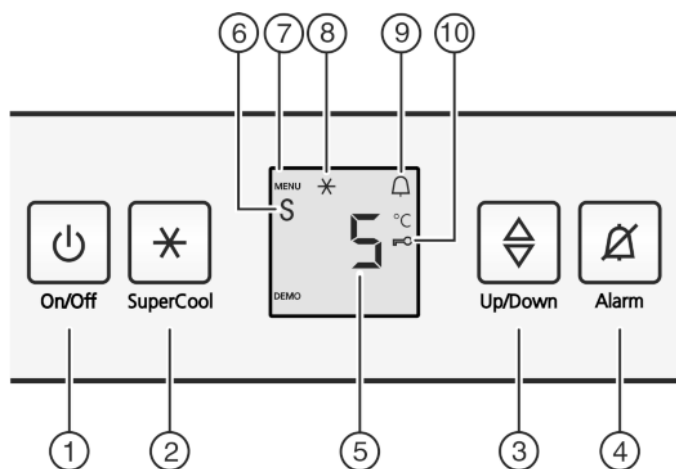

Fig. 2
- ▶ Appuyez sur la touche marche/arrêt Fig. 2 (1).
- ▶ Activer le mode de réglage : appuyer env. 5 sec. sur la touche SuperCool Fig. 2 (2).
- ▷ Le symbole Menu Fig. 2 (7) est allumé.
- ▶ Sélectionner c avec la touche de réglage Fig. 2 (3).
- ▶ Pour confirmer, appuyer brièvement sur la touche SuperCool Fig. 2 (2).
- ▶ appuyer brièvement sur la touche SuperCool Fig. 2 (2) pour activer la sécurité enfants.
- ▷ Le symbole Sécurité enfants Fig. 2 (10) est allumé. L'affichage c clignote.
- ▶ appuyer brièvement sur la touche SuperCool Fig. 2 (2) pour désactiver la sécurité enfants.
- ▷ Le symbole Sécurité enfants Fig. 2 (10) s'éteint. L'affichage c clignote.
- ▶ Désactiver le mode de réglage : appuyer sur la touche On/Off Fig. 2 (1).
- ▶ Appuyer sur la touche Alarme Fig. 2 (4).
- ▶ Activer le mode de réglage : appuyer env. 5 secondes sur la touche SuperCool Fig. 2 (2).
- ▶ Pour appeler la fonction Mode Sabbat, appuyer brièvement sur la touche SuperCool Fig. 2 (2).
- ▶ **Pour activer** le mode Sabbat, appuyer brièvement sur la touche SuperCool Fig. 2 (2).
- ▶ **Pour désactiver** le mode Sabbat, appuyer brièvement sur la touche SuperCool Fig. 2 (2).
- ▷ L'affichage de la température indique le symbole mode Sabbat tant que le mode Sabbat Fig. 2 (6) est activé.